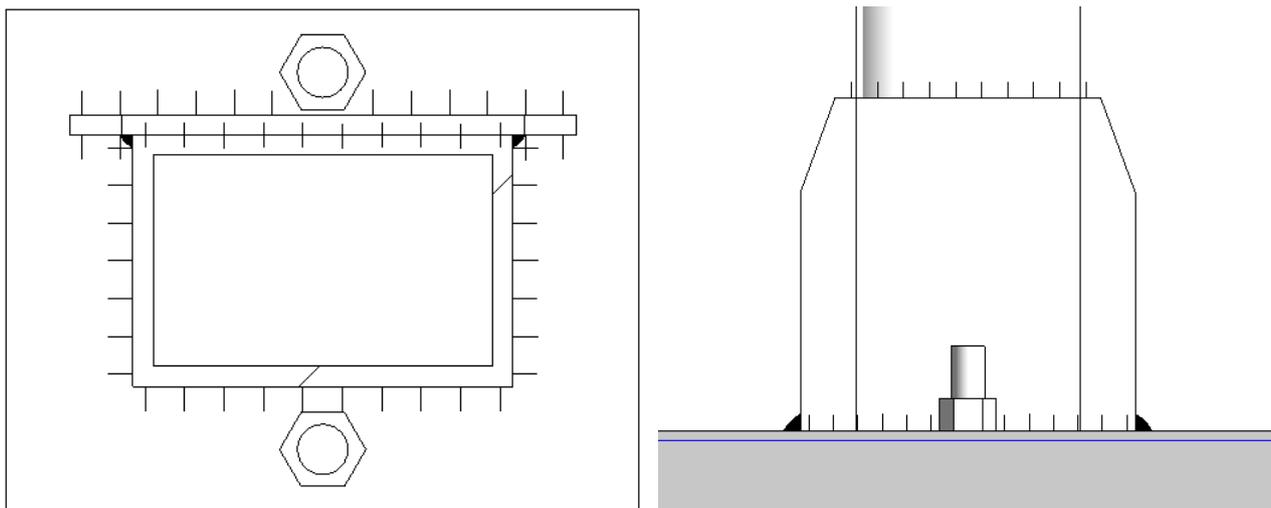

Рисунок 35 – Пример моделирования опорной плиты под стойки ворот
* Аналогичным образом постройте опорные плиты под стойки ворот (рис. 35). Для этого используйте семейство *Опорная плита колонны-2 отверстия* типоразмер *12 мм* (создается путем копирования и редактирования имеющегося типоразмера) из категории **Соединения несущих конструкций** библиотеки семейств. В данное семейство добавьте анкерные болты (можно скопировать из семейства *Опорная плита колонны с анкерами*), используя редактор семейств. Размеры опоры 200 x 250 x 12 мм, длина болтов 500 мм, радиусы стержня и отверстий в опоре по 10 мм. Постройте косынки с двумя скосами (семейство *Косынка - 2 скоса* тип *Стандартное*) со следующими параметрами: **Длина 200 мм, Толщина 8 мм, Длина скоса 60 мм, Высота 200 мм, Угол 20°**. В местах примыкания опоры стойки и косынки нарисуйте обозначение сварки.